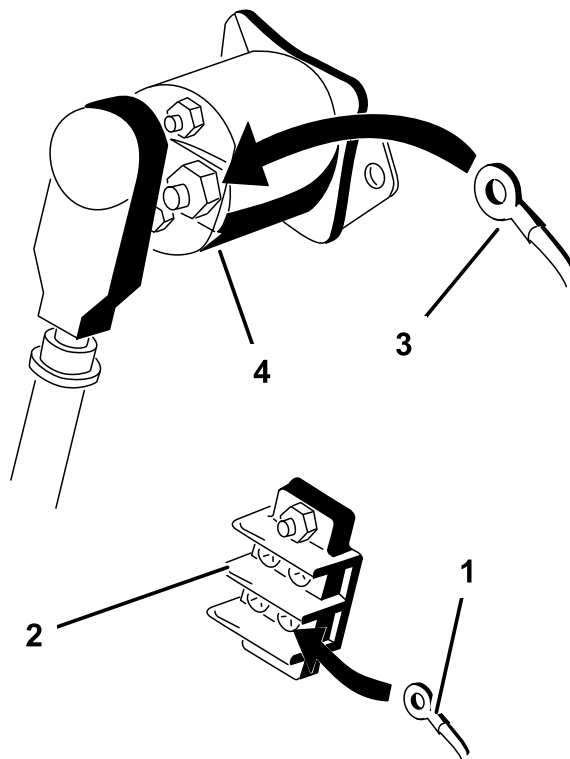

Figura 18
3. Collegate il terminale di messa a terra ad anello del filo nero alla morsetteria di messa a terra (Figura 18).